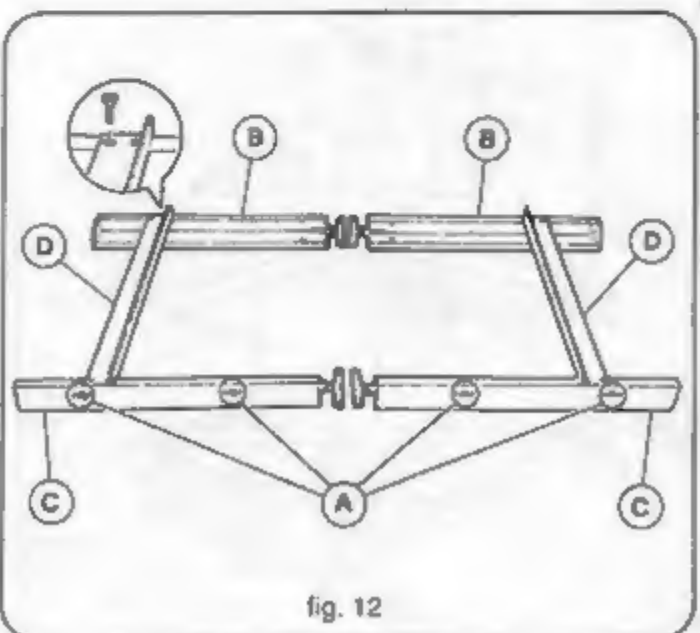

fig. 12
- Extraire toutes les pièces de la boîte et positionner les 4 montants (Fig.12) tout en respectant la position des 2 montants C sur lesquels il y a les fermetures femelle A.